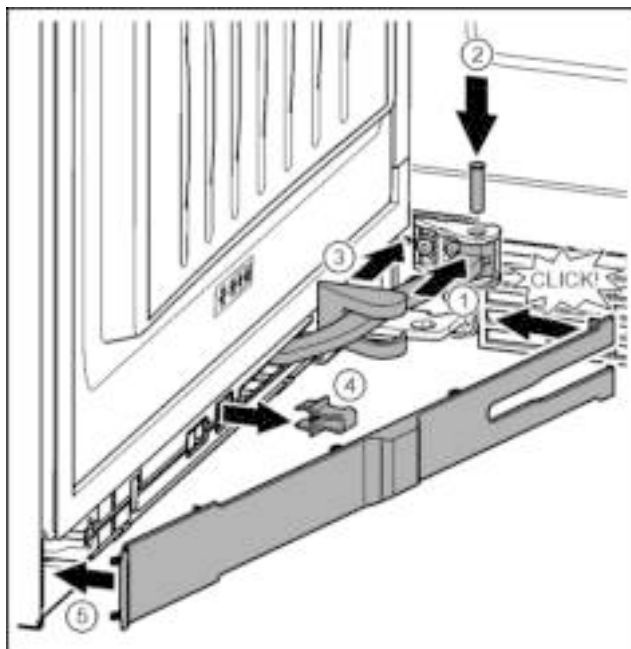

Fig. 40
- ▶ Scharnier in de ophanging draaien. Fig. 40 (1)
- ▶ Bout met een schroevendraaier T15 in de ophanging en het scharnier plaatsen. Opletten dat hierbij de vergrendelnok correct in de groef zit. Fig. 40 (2)
- ▶ Afdekking van de lagerbus langs het scharnier schuiven en over de ophanging monteren. Fig. 40 (3)
- ▶ Borging verwijderen. Fig. 40 (4)
- ▶ Paneel aan de kant van de greep aanbrengen en naar binnen draaien. Fig. 40 (5)